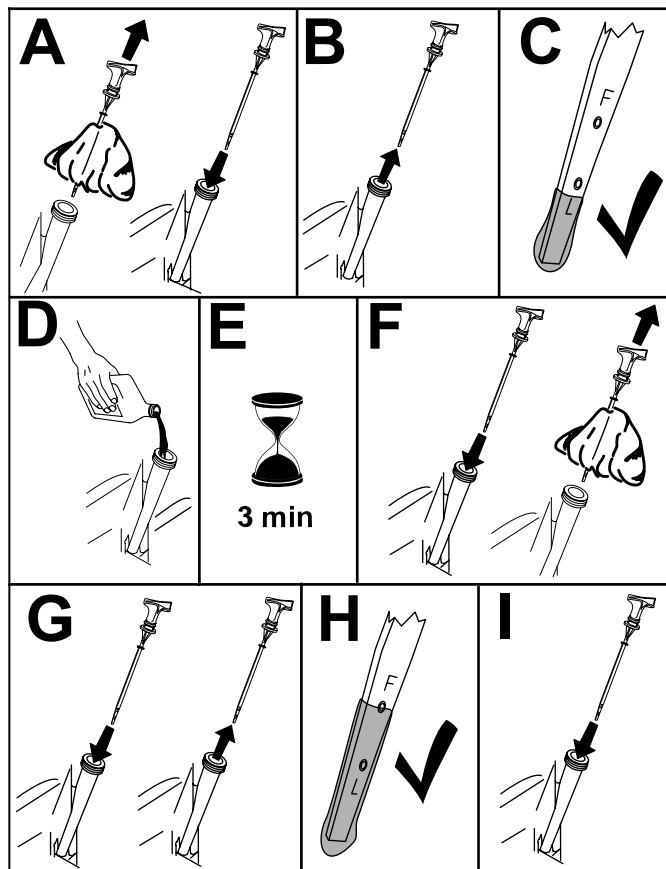

Figure 23
4. Contrôlez le niveau d'huile moteur comme montré à la Figure 23.